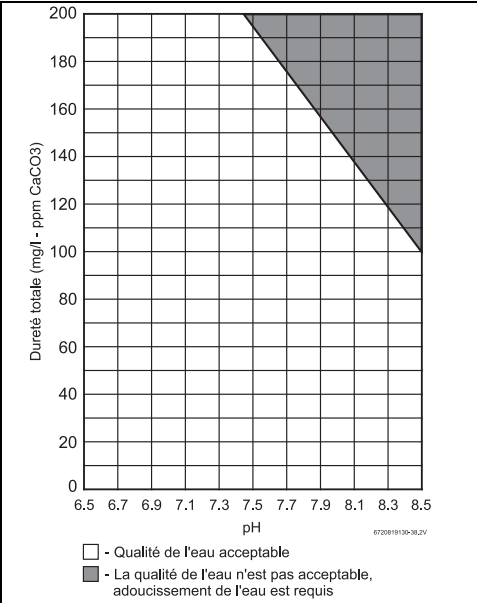

Fig. 26 Dureté totale et pH de l'eau
La qualité de l'eau peut influencer la durée de vie de l'appareil. L'eau alimentant le Infiniti Tankless® K-Series doit être conforme avec le tableau 17 et fig. 26. Pour connaître les données d'analyse de l'eau, il convient d'appeler votre service local de l'eau ou, en cas d'installation avec de l'eau de puits, de faire analyser régulièrement l'eau. Un entartrage important se formera si la combinaison de la dureté totale de l'eau et du pH dépasse les valeurs spécifiées dans la fig. 26 (zone grise), Bradford White recommande de consulter un professionnel local du traitement de l'eau pour des options d'adoucissement/de conditionnement de l'eau.
1. Les valeurs maximales de dureté totale et du pH doivent être évaluées en combinaison. Les valeurs maximales indiquées seront réduites selon la fig. 26.